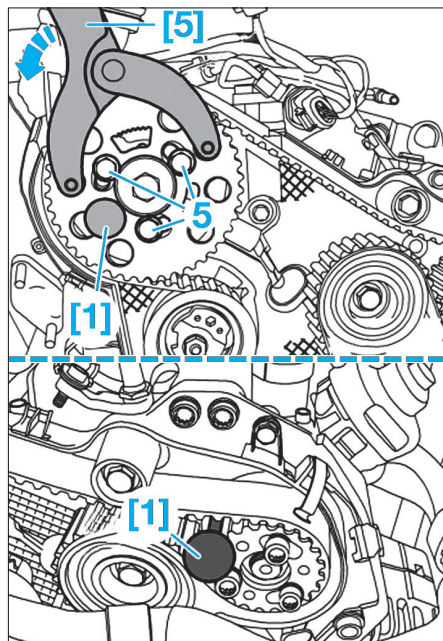
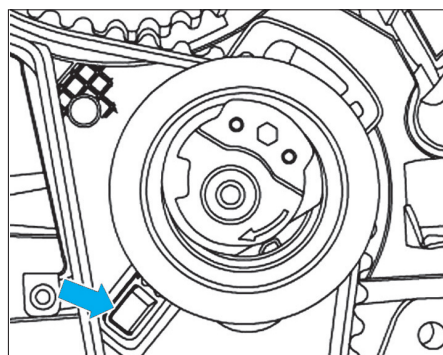

Fig. 10
Fig. 11
- Bloquer le pignon d'arbre à cames à l'aide de tige de blocage [1] (Fig.10).
- Desserrer l'écrou (8) du galet tendeur et retirer l'outil de blocage [3].
- Veiller au bon positionnement du galet tendeur dans la protection du carter intérieur (Fig.11).
- Mettre en place l'outil [5] puis le pousser dans le sens antihoraire. Le maintenir dans cette position puis serrer les vis de fixation du pignon d'arbre à cames et du pignon de pompe haute pression à 2 daN.m (Fig.10).